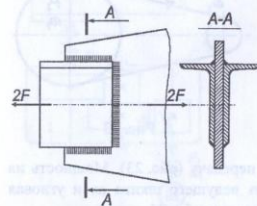

Рис. 20
1. Рассчитать сварное соединение двух уголков с косынкой (рис. 20). На оба уголка действует растягивающая сила $2F$, приведенная в табл. 20. Недостающими данными задаться.